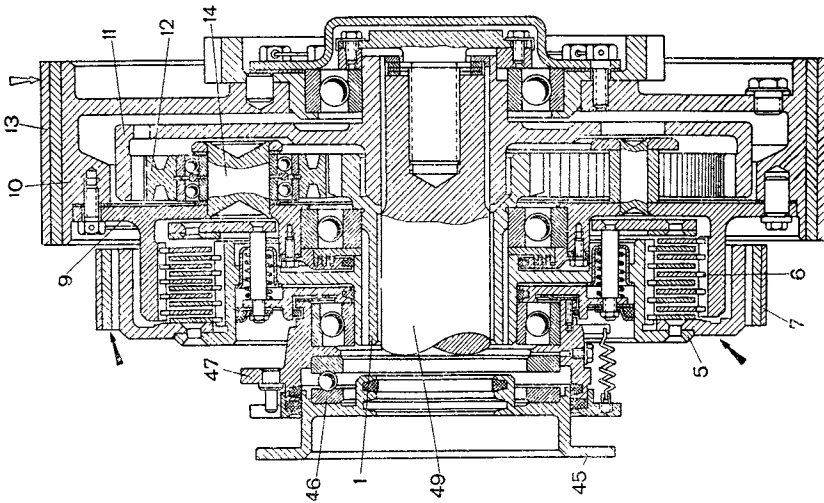

Рис. 177. Положения планетарного механизма поворота и остановочного тормоза:
**В исходном положении** планетарного механизма поворота блокировочный фрикцион включен, малый и остановочный тормоза отпущены. При этом блокировочный фрикцион соединяет солнечную шестерню 1 (рис. 177) с водилом 9, вследствие чего сателлиты 12 проворачиваться на своих осях не могут. Эпициклическая шестерня 11 через зубья сателлитов вращает планетарный механизм поворота как одно целое.
**В первом положении** планетарного механизма поворота блокировочный фрикцион выключен, малый тормоз затянут, остановочный тормоз отпущен. При этом солнечная шестерня 1 (рис. 177) разъединена с водилом 9 и остановлена. Эпициклическая шестерня 11 приводит во вращение сателлиты 12, которые обкатываются по неподвижной солнечной шестерне.
**Во втором положении** планетарного механизма поворота блокировочный фрикцион выключен, малый тормоз отпущен, остановочный тормоз затянут. При этом водило 9 (рис. 177) остановлено и вращение несущему диску ведущего вала бортовой передачи не передается. Эпициклическая шестерня вращает сателлиты вокруг своих неподвижных осей, которые приводят во вращение солнечную шестерню. Солнечная шестерня вращается в обратную сторону вхолостую. Обороты солнечной шестерни вхолостую могут достигать 5000 в минуту. Поэтому не рекомендуется резко затормаживать танк при включенных высших передачах. При необходимости такого торможения следует отпустить педаль подачи горячего и выключать главный фрикцион.